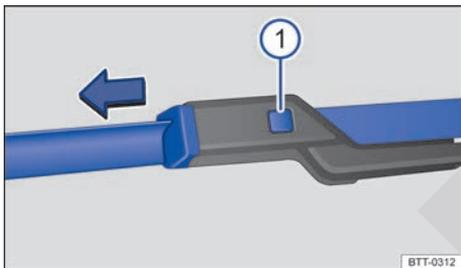

Fig. 93 Cambio de las escobillas limpiacristales del parabrisas.
- Mantenga presionada la tecla de desbloqueo → fig. 93 ⓘ y tire al mismo tiempo de la escobilla en el sentido que indica la flecha.